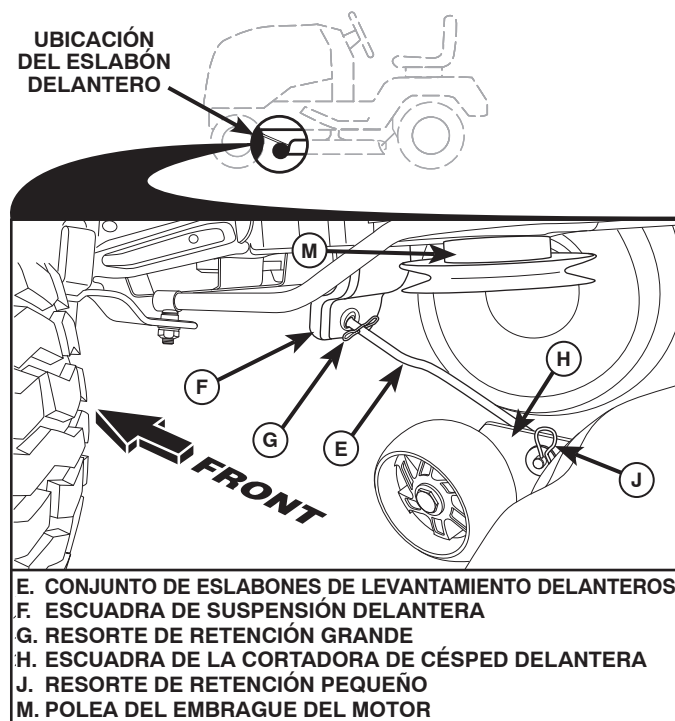

Fig. 33
8. INSTALE EL ESLABÓN DELANTERO (E) (Vea Fig. 33)
- Desde la parte delantera del tractor, inserte el extremo de varilla del eslabón delantero (E) a través del agujero delantero de la escuadra de suspensión delantera del tractor (F).
- Muévase hasta el lado izquierdo de la cortadora e inserte un resorte de retención grande (G) a través del agujero del eslabón delantero (E) detrás de la escuadra de suspensión delantera (F).
- Inserte el otro extremo del eslabón (E) en el agujero de la escuadra derecha de la cortadora de césped (H) y asegure con una arandela y un resorte de retención pequeño (J).